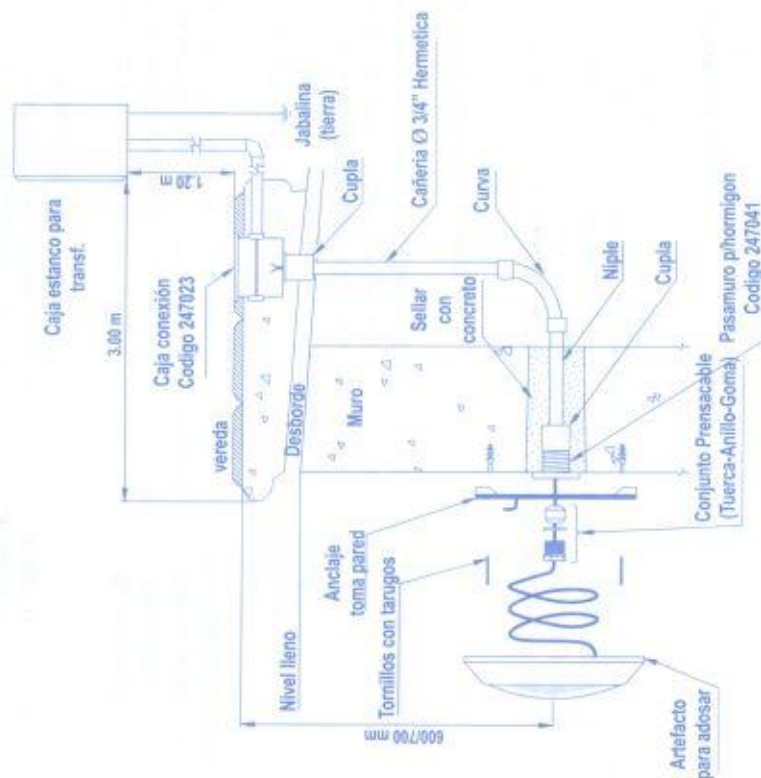

Fig. 1 - Instalación Hormigón / Mampostería
- En el lugar elegido para aplicar la lámpara de adosar se deberá realizar un orificio cuyo diámetro permita ubicar el **pasamuro con prensacable** código 247041 mas una extensión de Cupla y Niple hasta afuera de la pared (ver Fig. 1 y 2). Luego sellara herméticamente con concreto y terminación fina interior.